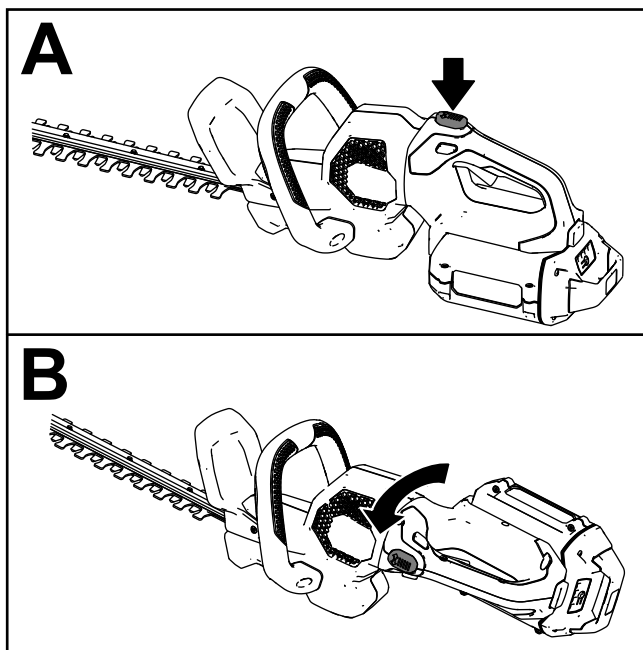

Figure 5
- Appuyez de manière prolongée sur le bouton de verrouillage de rotation (encadré A de la Figure 5).
- Tournez la poignée de 90° vers la droite ou la gauche selon le sens de coupe recherché, puis relâchez le bouton de verrouillage de rotation pour bloquer la poignée à la position voulue (encadré B de la Figure 5).